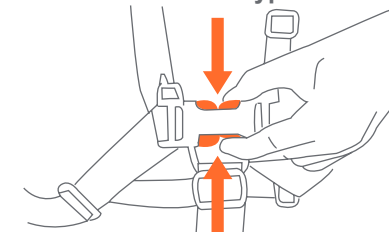

Fig. 19
19) • Pour libérer la ceinture, appliquer une pression aux deux côtés de chaque boucle male jusqu'à ce que la boucle soit libérée. Voir la (Fig. 19). Ce processus exige un effort modéré afin d'empêcher une ouverture accidentelle par votre enfant.